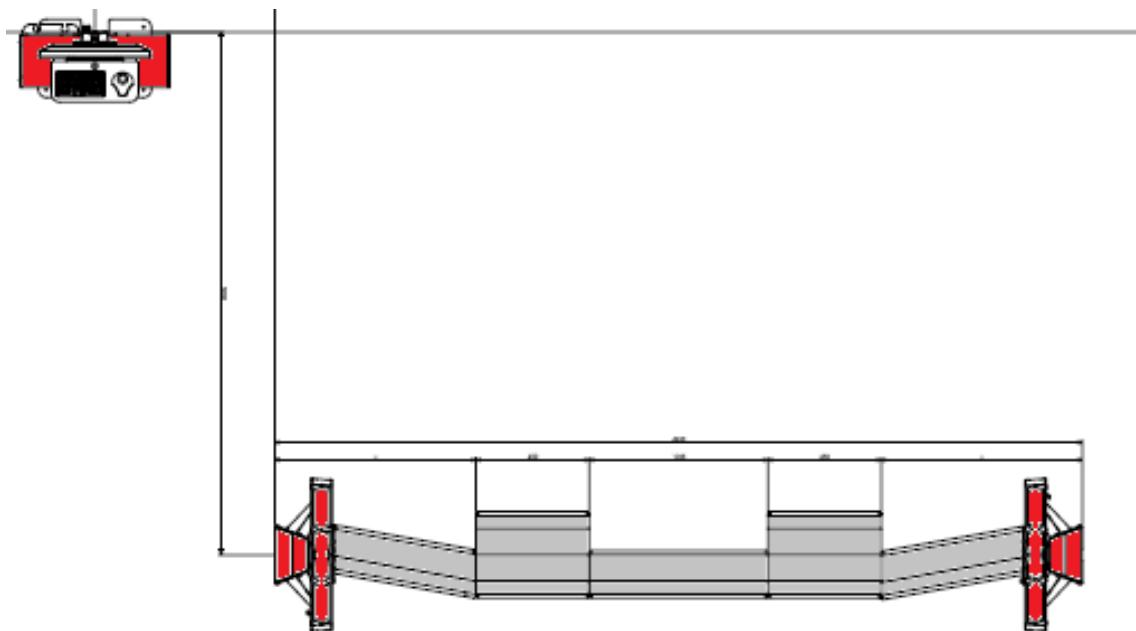

Figura 102 – Configurazione di base
- Collocare le varie unità di misura, l'unità centrale, le pedane metalliche e le canaline copricavo seguendo le indicazioni e misure riportate dal layout di figura 102.
La figura 102 riporta il layout e conseguente area nominale di installazione di un sistema completo. Conseguentemente lo spazio di lavoro entro cui si va a collocare un sistema completo di pre-check per la misura degli assetti corrisponde a $L \times W \times H = 6,50 \times 3,50 \times 2,50$ m³.